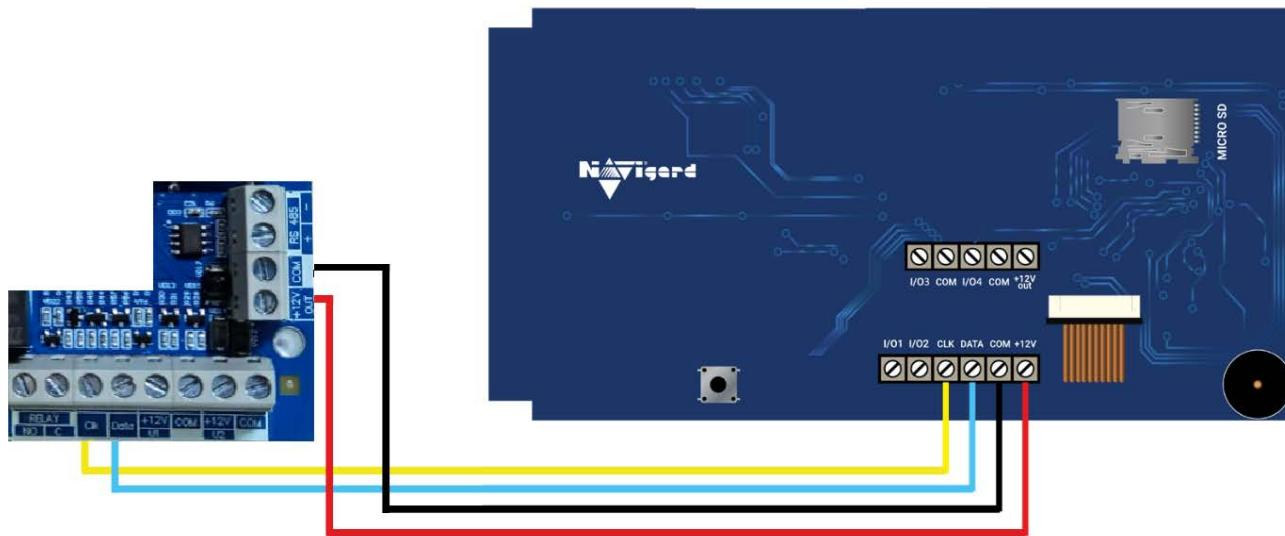

Рисунок 1. Пример подключения NV 8599 к ППО NV DG 2010 LED
4. Подключите провода системной шиной (+12V, COM, DATA, CLK) к группе клемм NV 8599 от ППО (см. Рисунок 1);